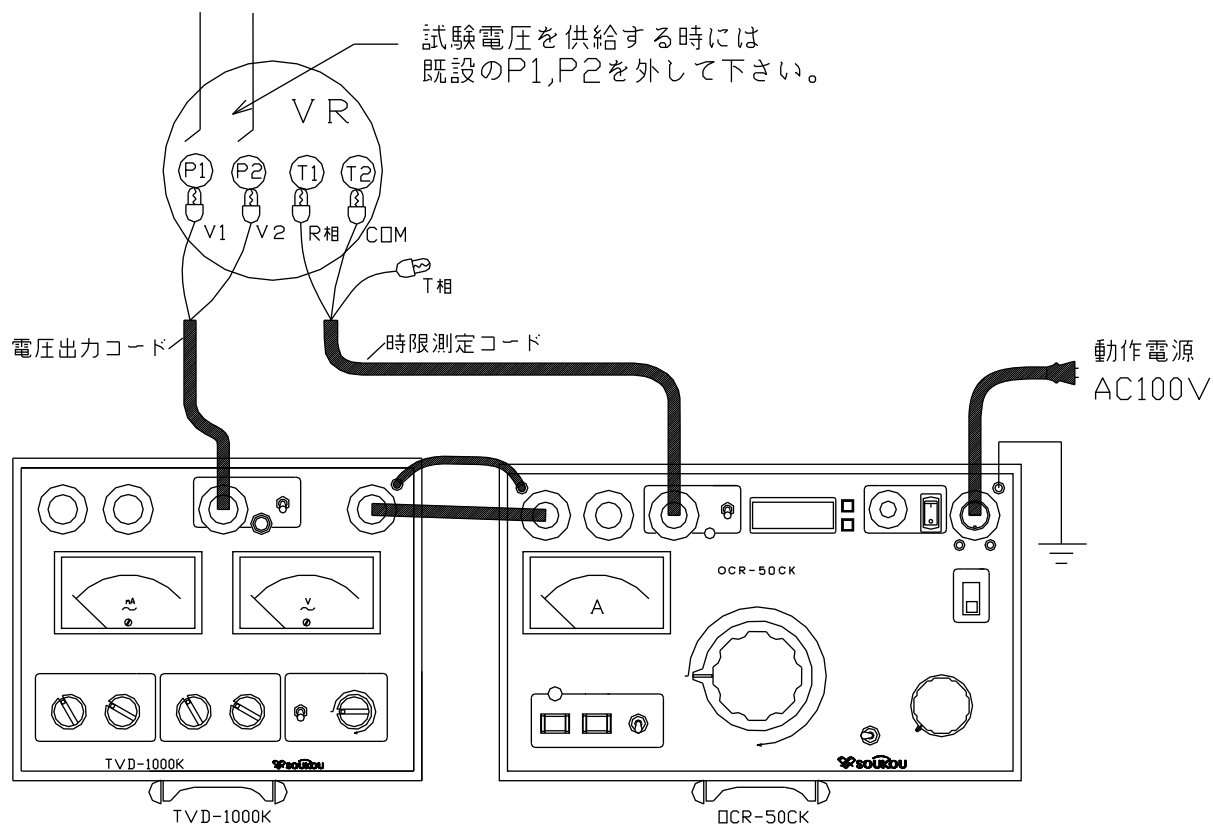

図4：試験回路図（停電状態）
4. 以上のような点に注意し、試験回路を構成します。（図4）